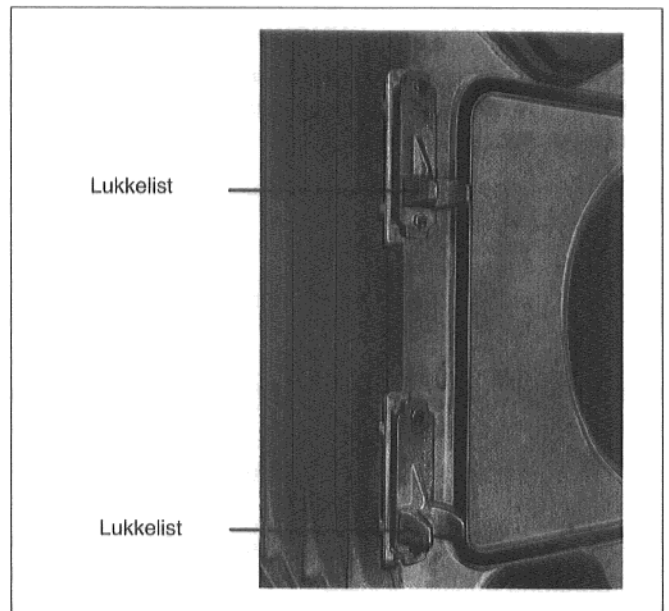

Fig. 27
- Lukkelisten med støtteflate for brennerdøren skrus på forelementet som vist i fig. 27 (høyreanslag) med 2 maskinskruer M 12 x 55. Den lange flate delen på lukkelisten må peke oppover. For venstreanslag må den skrus på høyre side.